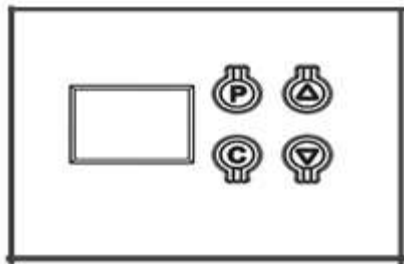

Рис. 5. Панель управления
- ✓ Сразу после включения вилки в розетку кратковременно загорится лампа освещения (подсветка), а индикатор на панели управления приводом (рис. 5) отобразит цифры от «99» до «11», после чего привод перейдет в режим ожидания (на индикаторе высветится символ «->»). Если вышеописанной индикации
Настройка привода осуществляется при помощи панели управления (рис. 5), на которой расположены четыре кнопки и двойной сегментный индикатор LED Screen.